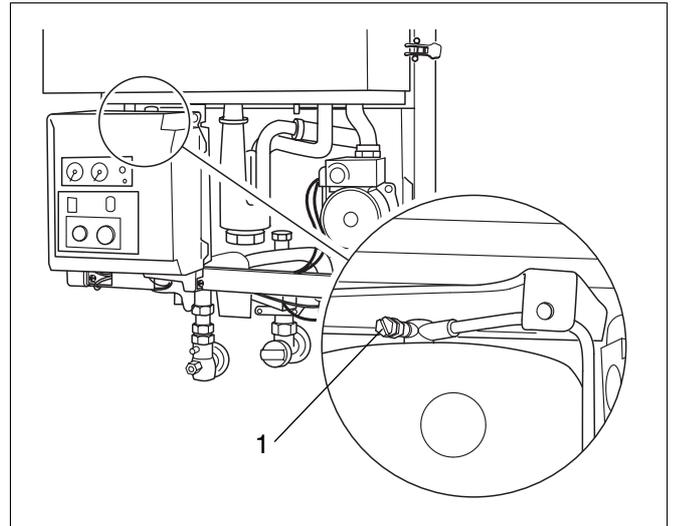

Fig. 16 Purger l'échangeur de chaleur d'eau chaude
- Purger l'air de l'échangeur de chaleur d'eau sanitaire du côté du circuit de chauffage par la vis de purge (fig. 16, pos. 1).